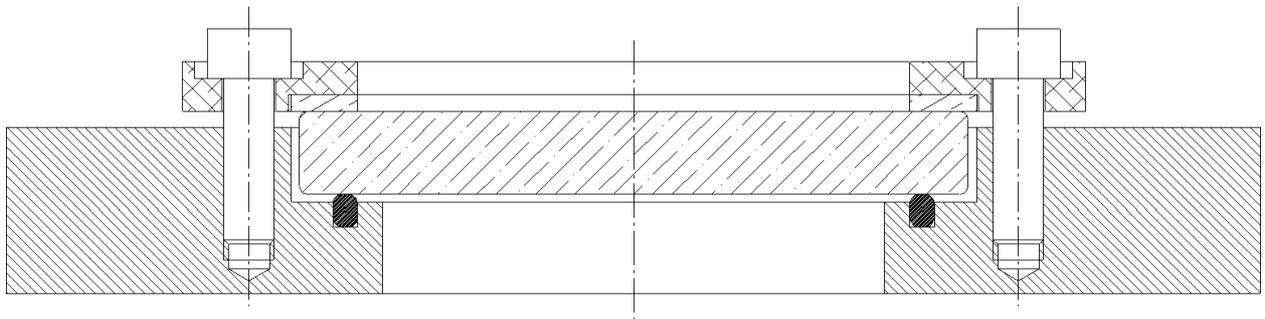
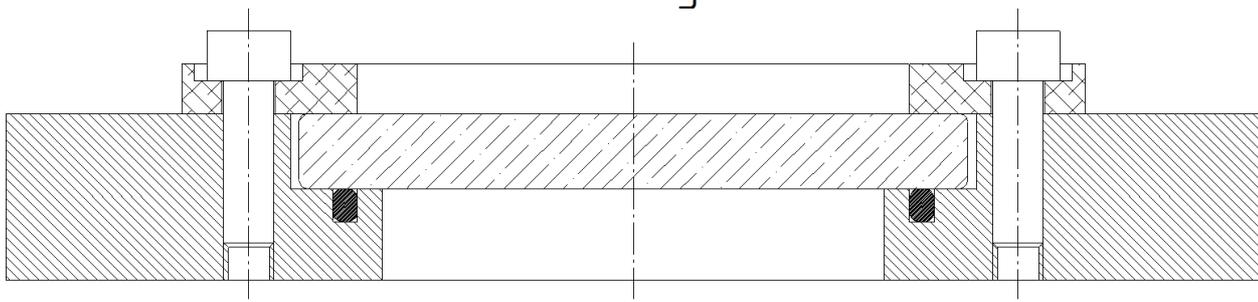

Fig.1
Fig.2
Les figures 1 et 2 ci-dessous représentent 2 façons de monter un hublot en verre sur une enceinte à vide.
10. Critiquer le montage de la figure 2 par rapport à celui de la figure 1.